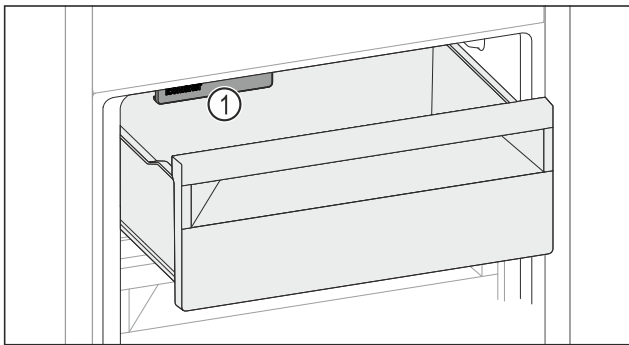

Fig. 101
- ▶ Levensmiddelen in de lade leggen. Wanneer u levensmiddelen in de linker lade plaatst: Rekening houden met IceMaker Fig. 101 (1).